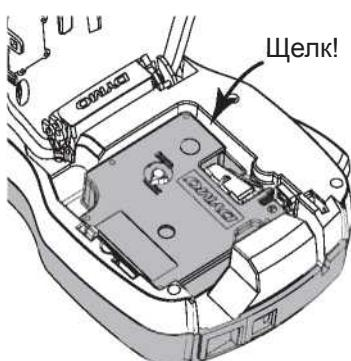

Рисунок 6
- Вставьте и плотно прижмите кассету до щелчка. См. рис. 6.